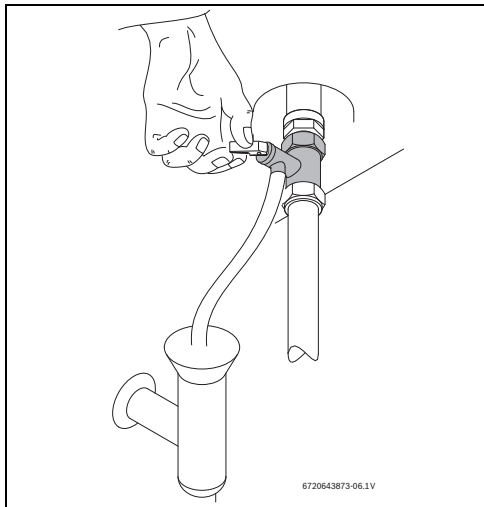

Fig. 15 Accionamiento manual de la válvula de seguridad
- Abrir la válvula de seguridad (Fig. 15).
- Activar manualmente la válvula de seguridad por lo menos una vez al mes (→ Fig. 15).